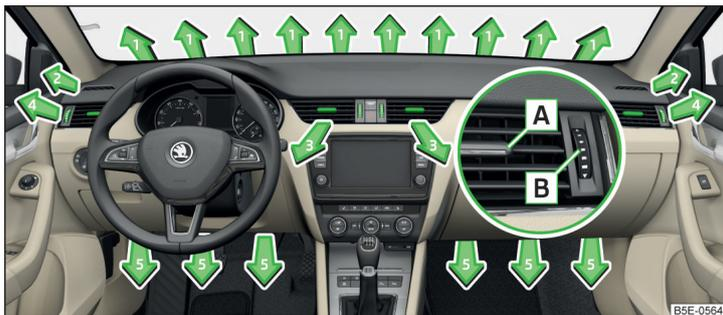
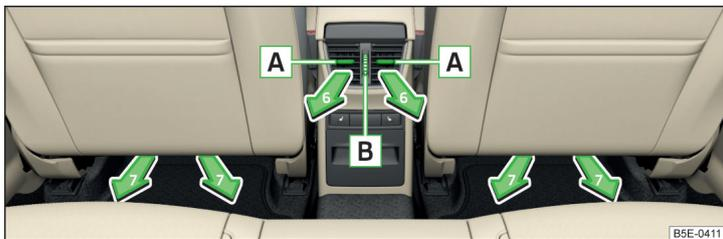

Abb. 138 Luftaustrittsdüsen vorn
Abb. 139 Luftaustrittsdüsen hinten
Bei den Luftaustrittsdüsen 3, 4 » Abb. 138 und 6 » Abb. 139 kann die Luftströmungsrichtung geändert und die Düsen können auch einzeln geöffnet und geschlossen werden.
- » Die waagerechten Lamellen mithilfe des verschiebbaren Verstellelements **A** » Abb. 138 bzw. » Abb. 139 nach oben oder unten schwenken, um die Höhe der Luftströmung zu ändern.
- » Die senkrechten Lamellen mithilfe des verschiebbaren Verstellelements **A** » Abb. 138 bzw. » Abb. 139 nach links oder rechts drehen, um die seitliche Richtung der Luftströmung zu bedienen.
- » Den Regler **B** » Abb. 138 bzw. » Abb. 139 nach oben drehen.
- » Den Regler **B** » Abb. 138 bzw. » Abb. 139 nach unten drehen.
Richtung des Luftaustritts einstellen	Aktive Luftaustrittsdüsen » Abb. 138 und » Abb. 139